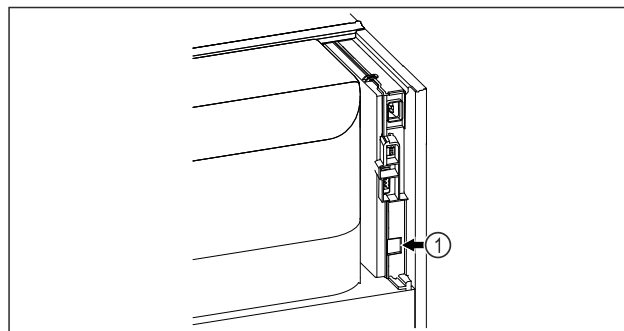

Fig. 167
- SmartModule Fig. 167 (1) ist eingesetzt.